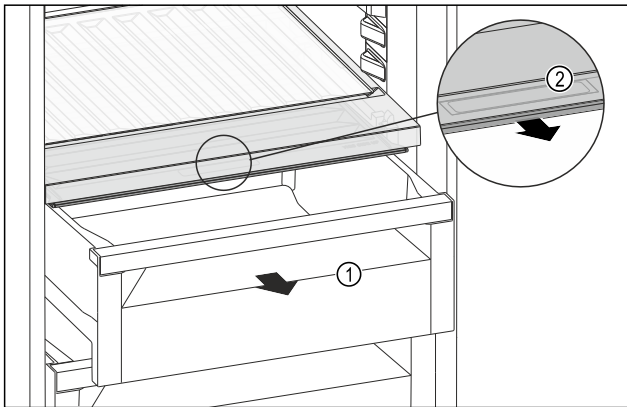

Fig. 251
- Schubfach Fig. 251 (1) herausziehen.
- Griffmulde Fig. 251 (2) am Fachdeckel anfassen und Fachdeckel gleichzeitig nach vorne ziehen.